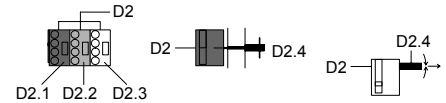

Bild 4: Anschließen / Abklemmen der Anschlussleitung
#### Steckklemmen abziehen (Bild 4)
#### Abklemmen der Leitung (Bild 4)
#### Steckklemmen aufstecken (Bild 4)
- Anschließen der Leitung (Bild 4)